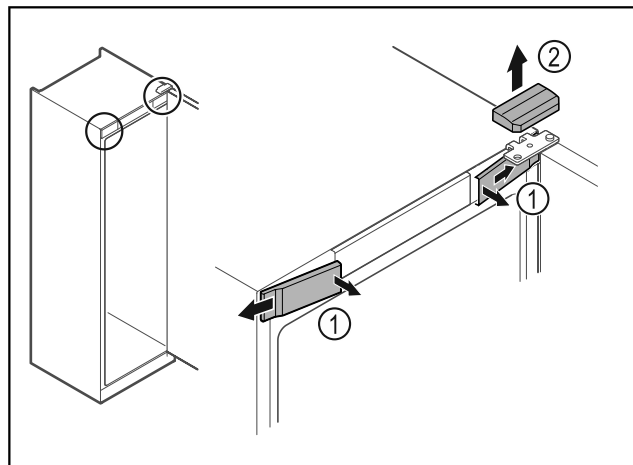

Fig. 5
- ▶ Vordere Abdeckungen Fig. 5 (1) innen austrasten und zur Seite abnehmen.
- ▶ Obere Abdeckung Fig. 5 (2) nach oben abnehmen.